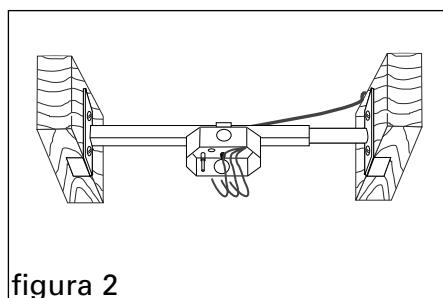

figura 2
2. Suelte las tuercas de seguridad que sujetan con abrazadera la caja de empalme a la barra y deslice la caja al lugar deseado y vuelva a apretar las tuercas de seguridad bien sujetas (sólo tubo externo de la barra). Vea la Figura 2. Hale el cable dentro de la caja usando la abrazadera provista. **No sobre apriete. Apriete solo a mano.** NO USE HERRAMIENTA ELECTRICA.